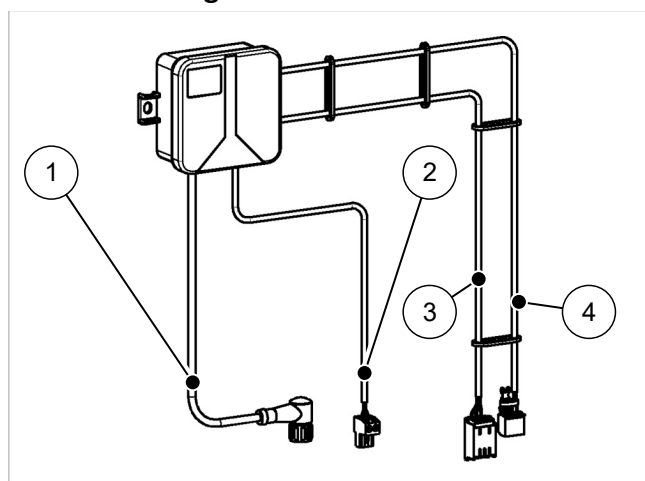

Fig. 13: Scatola di collegamento VSG
1. Prolungare e collegare il cavo 1 (3), cfr. → fig. 13) alla pompa calore.
2. Prolungare e collegare il cavo 2 (4), cfr. → fig. 13) alla scatola di distribuzione Modbus.